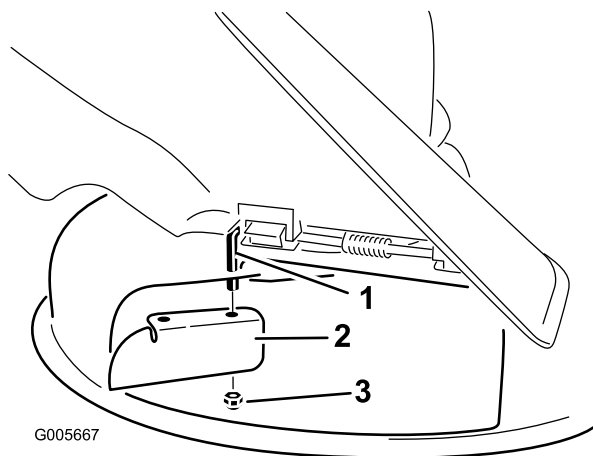

Figura 29
6. Instale o abafador de corte na haste de articulação exposta (Figura 29). Utilize a porca fina existente (3/8 pol.) para fixar o abafador no cortador.